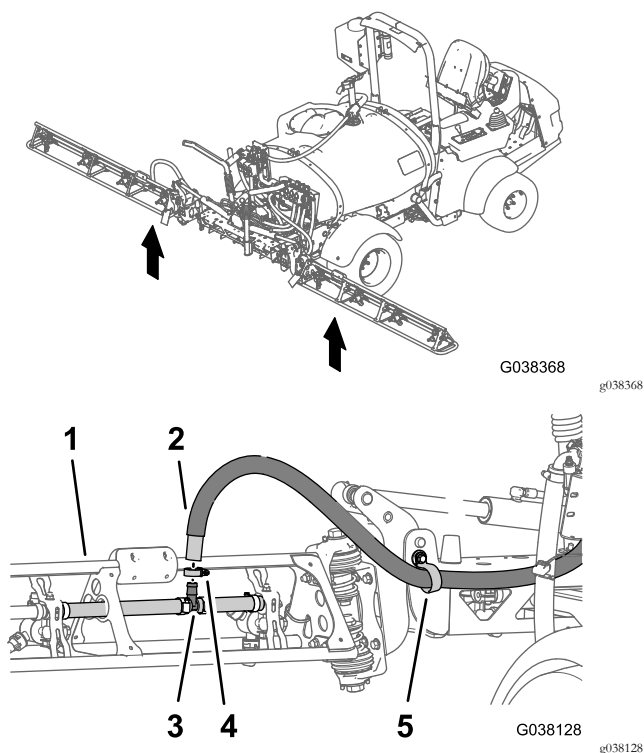

Figura 82
- Disponete il flessibile di alimentazione delle barre di destra attraverso il morsetto di supporto all'estremità della sezione della barra centrale (Figura 82).
4. Montate il flessibile di alimentazione delle barre di destra sul raccordo a T nella sezione delle barre di destra (Figura 82).